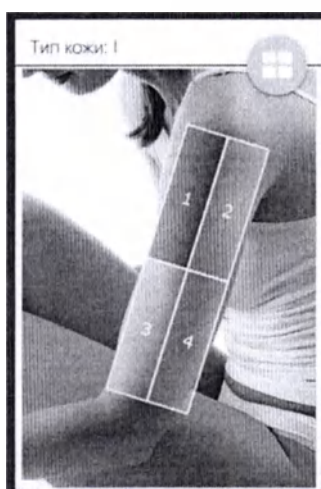

Рис. 3.95 – Выбор обрабатываемого участка части тела
3.14.2.4 Для выбора обрабатываемого участка части тела нажмите соответствующую цифру, как показано на рис. 3.95.